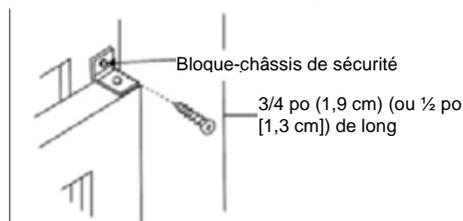

Fig. 19
2. Fixez le bloque-châssis de sécurité (Fig. 19).